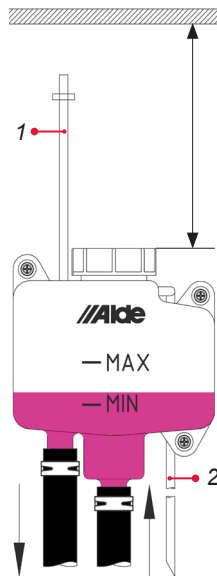

Abb. 14, Korrekter Glykolflüssigkeitsstand im Expansionsbehälter in einer kalten Heizung
Der korrekte Glykolflüssigkeitsstand im Expansionsbehälter liegt bei einer kalten Heizungsanlage wenig über der MIN-Marke des Expansionsbehälters und bei einer warmen Heizungsanlage bei der MAX-Marke. (Abb. 14).
4. Untersuchen Sie den Glykolflüssigkeitsstand im Expansionsbehälter. Glykalmischung hinzufügen, wenn der Füllstand niedrig ist. Der korrekte Glykolflüssigkeitsstand im Expansionsbehälter liegt bei einer kalten Heizungsanlage wenig über der MIN-Marke des Expansionsbehälters und bei einer warmen Heizungsanlage bei der MAX-Marke. (Abb. 14).